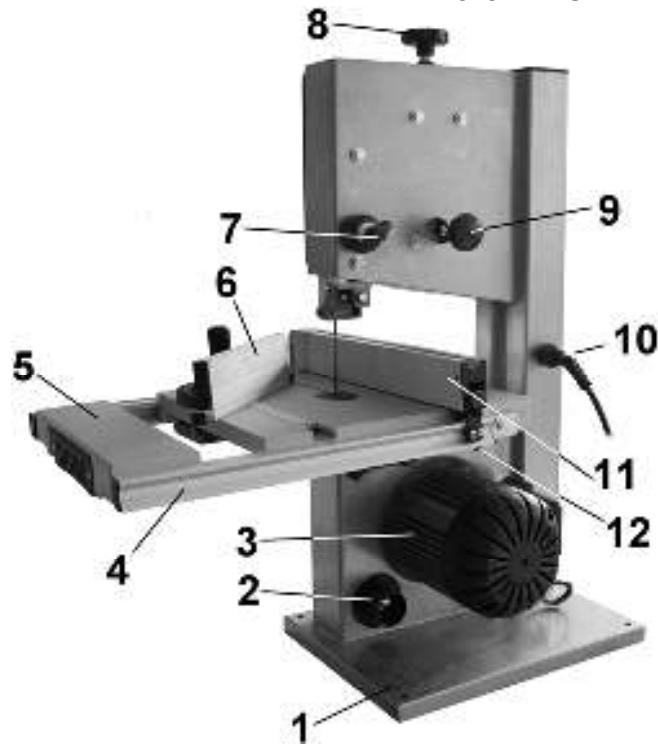

Рис. 2
12.3.4. Подачу заготовки осуществляйте двумя руками, не допуская опасной близости их к движущейся пильной ленте (20), с равномерной скоростью, без толчков, постоянно контролируя прижим заготовки как к рабочему столу (28), так и к направляющей планке (11). Продольное усилие подачи не должно перегружать пилу, не должно смещать пильную ленту (20) от траектории движения. Любая остановка заготовки может образовать неровность или ступень на срезе заготовки, Рис. 2; 3.
12.3.6. При выполнении прямолинейных поперечных пиления заготовка обязательно должна плотно лежать на рабочем столе (28) и, кроме того, опираться на угловой упор (6). Позиция направляющей планки (11) определяется заданным размером детали по шкале (25). Угловой упор (6) должен быть точно выставлен и жестко зафиксирован, Рис. 2.
9.1.2. При установке пилы на верстаке (для обеспечения устойчивости) пила должна быть надёжно прикреплена к верстаку через специальные отверстия в нижней части основания (1), Рис. 2. Для этой цели необходимо установить болтовые соединения. Обязательно используйте при креплении плоскую и пружинную шайбы на каждый болт (не комплектуется).
10.2.2. Как показано на Рис. 2, установите удлинитель стола (5). На направляющие (4) установите ограничительные болты (12)..
10.3. Установка направляющей планки и углового упора (Рис.2; 3)
10.3.1. Как показано на Рис. 2; 3, установите и ручкой фиксации (14) закрепите направляющую планку (11) на левой стороне рабочего стола (28).
10.3.2. Как показано на Рис. 2; 3, установите угловой упор (6) так, чтобы угловой упор (6) свободно перемещался по рабочему столу (28).